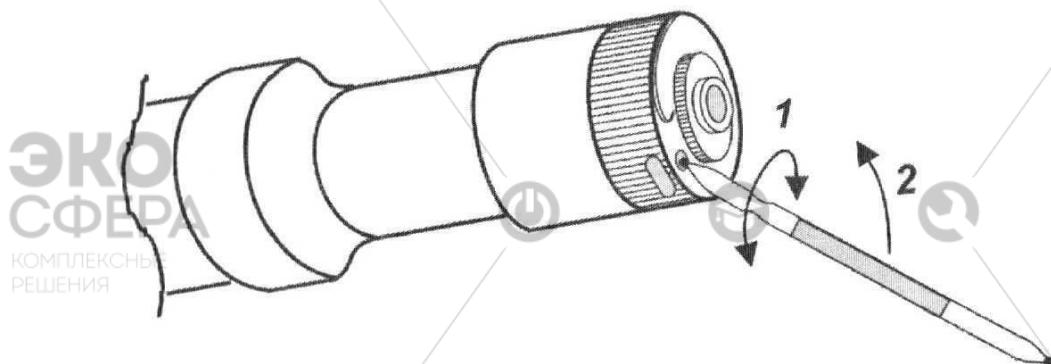

Рис. 3. Схема вскрытия трубок при помощи отверстия на насадке насоса
2.3.1. Вскройте индикаторную трубку с помощью специального отверстия на насадке насоса (рис. 3).